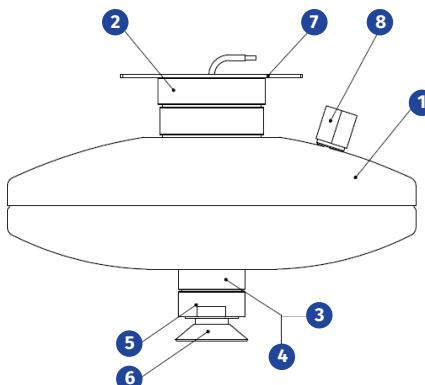

Рисунок 1
5.2.3 Открутить предохранительный клапан (поз. 8, рисунок 1) на штуцере ПК.
- ✗ ставить модуль на стакан (рис.1, поз.5);